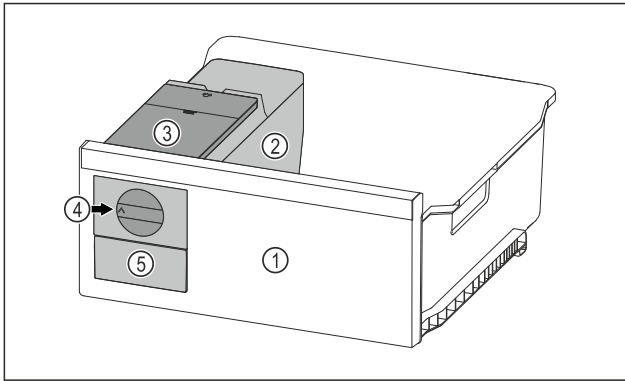

Fig. 97 Beispielfhafte Darstellung
- Drehknopf Fig. 97 (4) im Uhrzeigersinn bis zum Anschlag drehen.
- Eiskubel fallen aus der Eiskubelschale in das Eiskubelschubfach Fig. 97 (5).